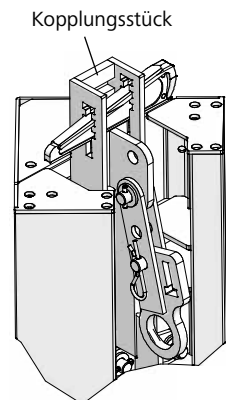

Abb. 50.6 C - Betonierzustand
1. Der an der Ausschalecke integrierte Keil wird zur Fixierung am Kopplungsstück der Ecke eingesteckt (Abb. 50.6 C).
8. Der unverlierbare Keil wird wieder eingesteckt (Abb. 50.6 C).